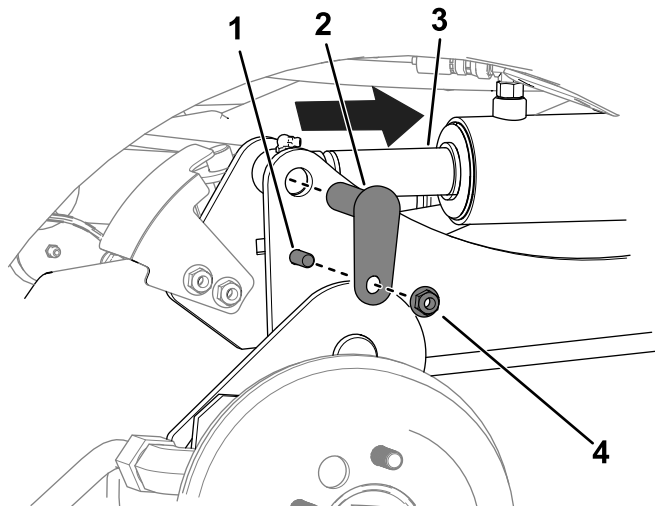

Figura 11
C. Utilize um punção de derivação para alinhar os furos da haste do cilindro com os furos do braço de elevação (Figura 11).
D. Utilize dois parafusos (3/8 pol. x 1 1/4 pol.), 2 porcas (3/8 pol.) e 2 pinos pequenos para prender os braços de elevação aos cilindros (Figura 11).